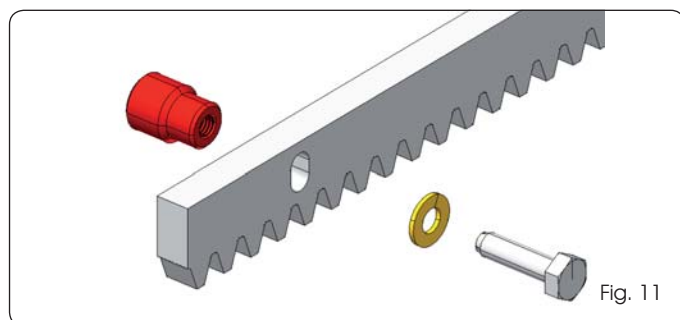

Fig. 11
5.4.1 CREMAILLERE A SOUDER EN ACIER (Fig. 11)